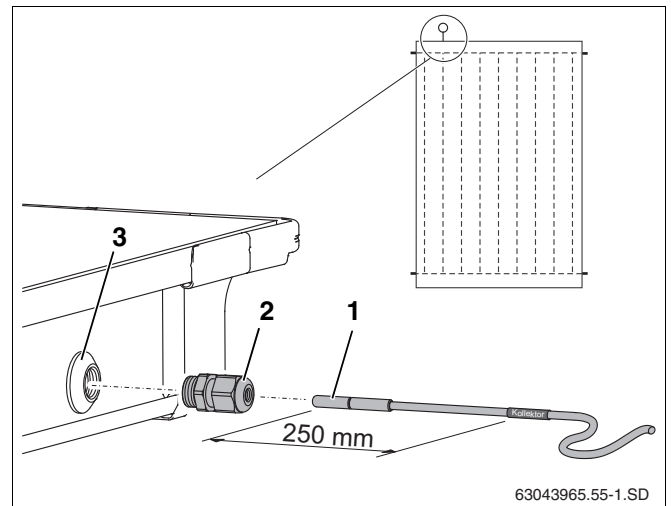

Рис. 57 Установка датчика в коллектор
Для исправной работы солнечной установки необходимо, чтобы коллекторный датчик (рис. 57, поз. 1) был вставлен в установочную трубку до упора (примерно на 250 мм).
- ▶ Проткните датчиком или отверткой уплотнительный слой в гильзе (рис. 57, поз. 3).
- ▶ Заверните зажимную втулку (рис. 57, поз. 2) в гильзу.
- ▶ Затяните зажимную втулку (рис. 57, поз. 2), удерживая от сворачивания.
Если Вы проткнули гильзу (рис. 57, поз. 3) не в том коллекторе, в котором нужно, то ее нужно плотно закрыть заглушкой из комплекта для подключения. Но прежде нужно, используя резьбовую втулку (рис. 57, поз. 2), удалить находящуюся в гильзе гайку.